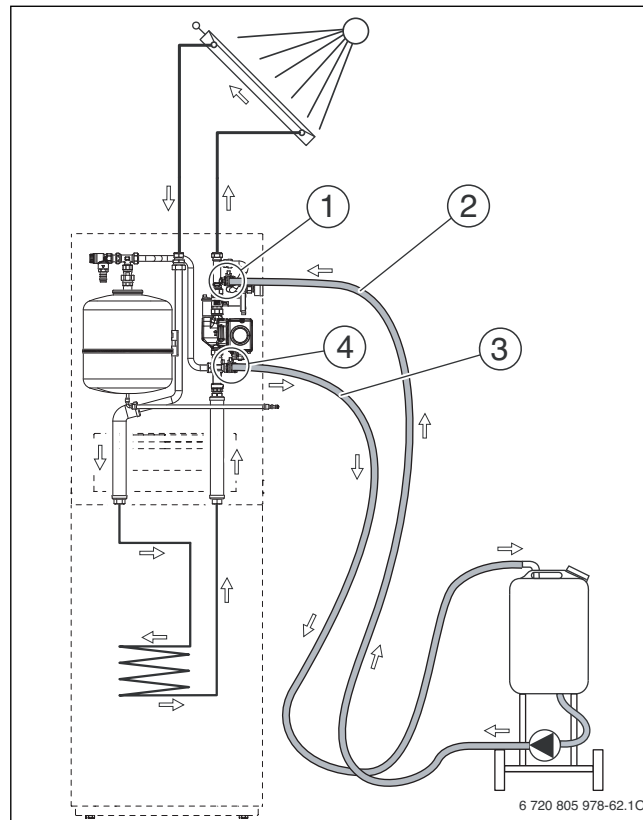

Fig. 75 Riempire il sistema solare termico
- ▶ collegare il dispositivo di riempimento, come indicato in fig. 75.
- ▶ Aprire i rubinetti di carico e scarico (→ fig. 75, [1] e [4]).
- ▶ Durante il lavaggio aprire e chiudere brevemente e più volte il rubinetto di carico e scarico (→ fig. 75, [4]) e poi aprirlo tutto velocemente. Così facendo si dissolvono le bolle d'aria presenti nella tubazione.